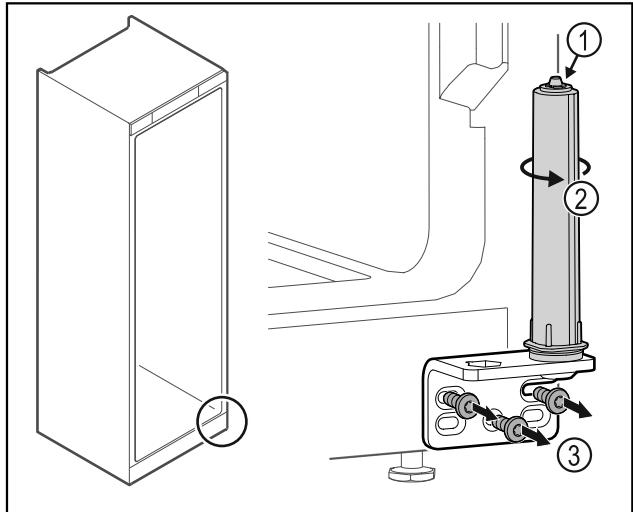

Fig. 18
- Neizjauciet durvju slēgšanas sistēmu Fig. 18 (1).
- Pagrieziet slēgšanas sistēmu Fig. 18 (2), līdz tā noklikšķ.
- Noskrūvējiet lokāmos kronšteinus Fig. 18 (3).